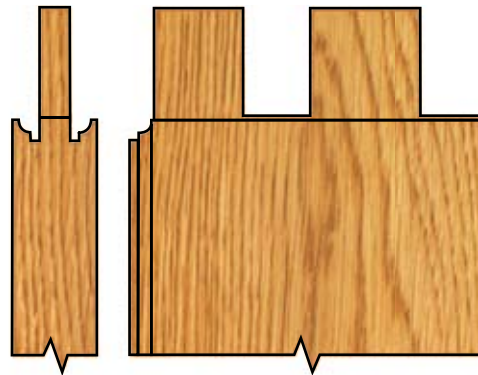

Figure 14
- b)** Dans le cas de tenons larges tel que ceux des traverses inférieures, divisez le tenon en deux parties tel qu'illustré dans la Figure 14. Ménez un espace de 1 1/2 po entre les tenons au moyen d'une scie à ruban, d'une scie sauteuse ou d'une scie à chantourner.